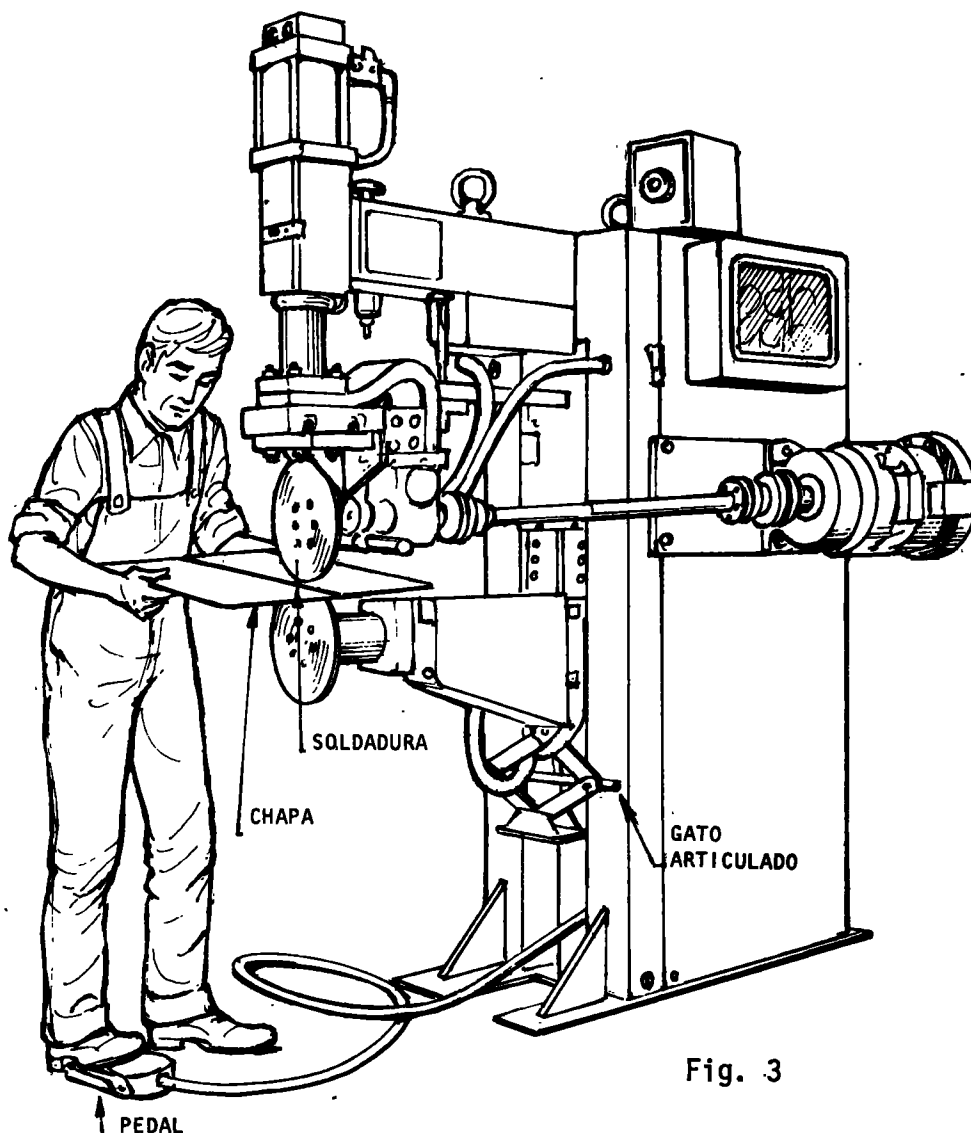

Fig. 3
- f Accione el pedal y ponga en funcionamiento, para iniciar la soldadura (fig. 3).